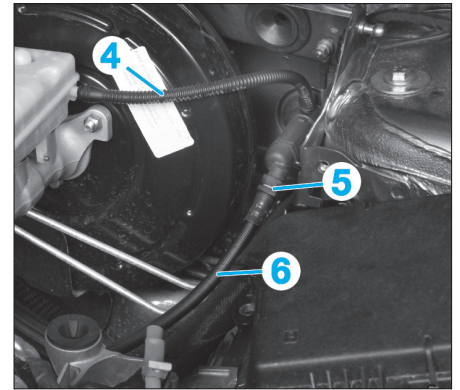

FIG. 10
- Déposer le tuyau d'alimentation (4) de l'émetteur d'embrayage du réservoir de liquide de frein (Fig.10).
- Tirer d'un cran l'agrafe (5) de la canalisation (6) de l'émetteur d'embrayage.